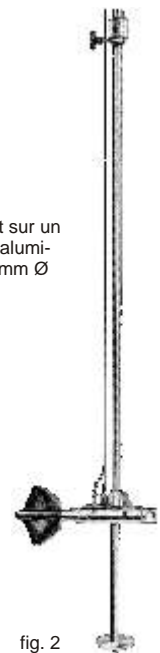

fig. 2
2. Fixation du corps du moulinet sur un instrument de transmission (en aluminium) relié à une perche de 20 mm Ø (fig.2).